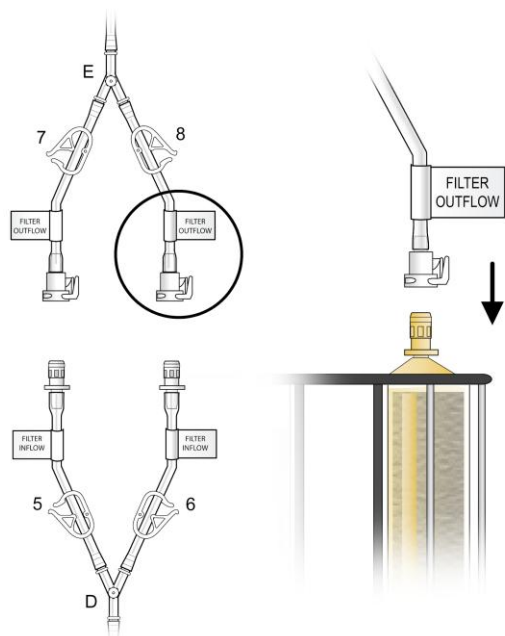

Figure 8
- (g) Connecter les conduites de sortie (étiquetées et identifiées comme sur la figure 8) aux connecteurs de sortie de la cartouche filtrante situés sur le dessus du double filtre à l'aide des raccords rapides (appuyer et cliquer), voir la figure 8.